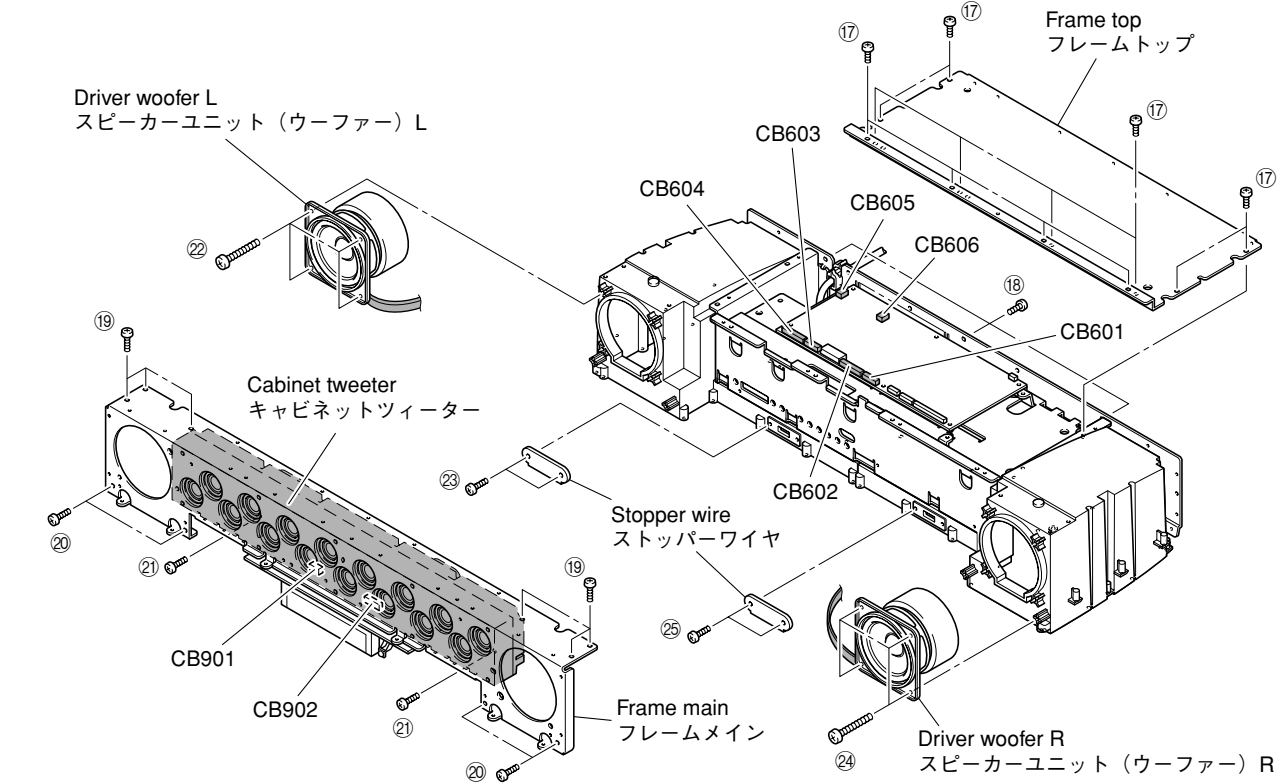

Fig. 12
- a. Remove 12 screws (17) and 3 screws (18). (Fig. 12)
- b. Remove the frame top. (Fig. 12)
- c. Remove 6 screws (19), 4 screws (20) and 2 screws (21). (Fig. 12)
- d. Remove CB601-604 and CB901-902. (Fig. 12)
- e. Remove the frame main together with cabinet tweeter. (Fig. 12)
- a. Remove 4 screws (22). (Fig. 12)
- b. Remove CB605. (Fig. 12)
- c. Remove 2 screws (23) and then remove the stopper wire. (Fig. 12)
- d. Remove the driver woofer L. (Fig. 12)
- e. Remove 4 screws (24). (Fig. 12)
- f. Remove CB606. (Fig. 12)
- g. Remove 2 screws (25) and then remove the stopper wire. (Fig. 12)
- h. Remove the driver woofer R. (Fig. 12)
- a. 17のネジ12本、18のネジ3本を外します。(Fig. 12)
- b. フレームトップを取り外します。(Fig. 12)
- c. 19のネジ6本、20のネジ4本、21のネジ2本を外します。(Fig. 12)
- d. CB601-604、CB901-902を外します。(Fig. 12)
- e. フレームメインをキャビネットツイーターと一緒に取り外します。(Fig. 12)
- a. 22のネジ4本を外します。(Fig. 12)
- b. CB605を外します。(Fig. 12)
- c. 23のネジ2本を外し、ストッパーワイヤを外します。(Fig. 12)
- d. スピーカーユニット(ウーファー)Lを取り外します。(Fig. 12)
- e. 24のネジ4本を外します。(Fig. 12)
- f. CB606を外します。(Fig. 12)
- g. 25のネジ2本を外し、ストッパーワイヤを外します。(Fig. 12)
- h. スピーカーユニット(ウーファー)Rを取り外します。(Fig. 12)